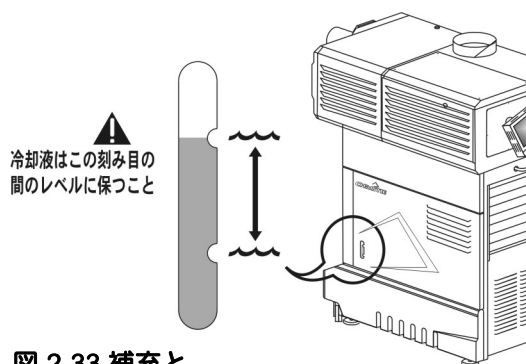

図 2-33 補充と
2. 最初の電源投入時には、最初の冷却液供給分はホースに排出されてホースを充満し、タンク自体がほぼ空の状態になります。蒸留水とエチレングリコールを混ぜた Christie の 50/50 混合液を使用して、ペDESTALドアの外側にあるゲージの上部マーク近く（ただし上回らない）までタンクを再度充満させます（図 2-33）。充満し過ぎたら、タンクをペDESTALから外し、余剰分を流し出してください。図 2-16 を再び参照してください。